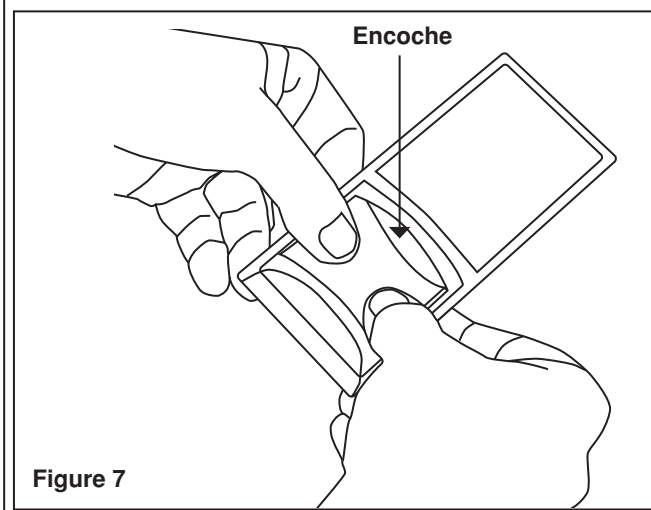

Figure 7
3. Retirer la lentille en place en appuyant délicatement pour la dégager d'une rainure, puis de l'autre (**figure 7**).